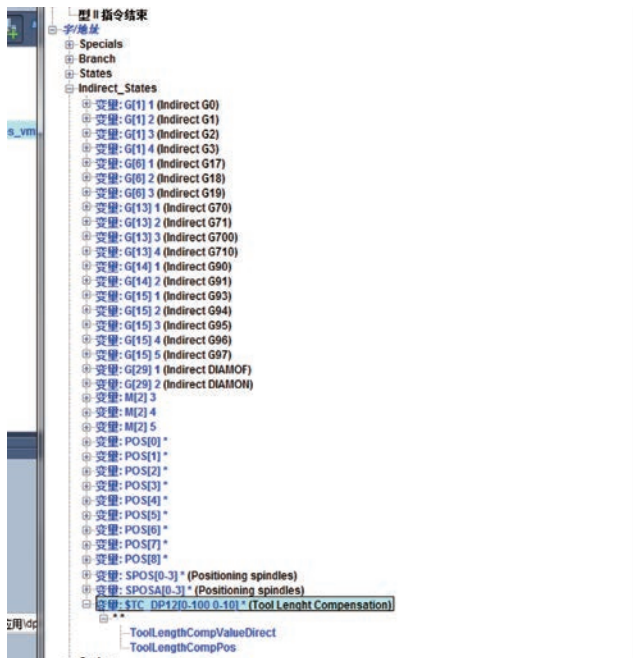
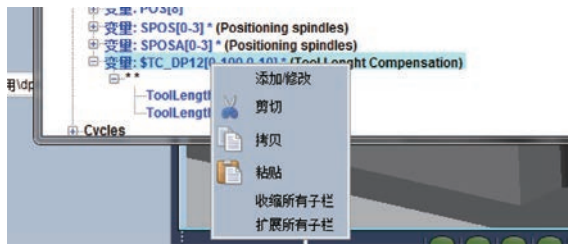

图12
图 13
(3) 配置刀具系统变量\$TC_DP6, 点击“字/地址”下面的“Indirect_States”, 再点击“\$TC_DP12[0-100 0-10]”, 然后右击 (图12), 出现“添加/修改” (图13), 点击后